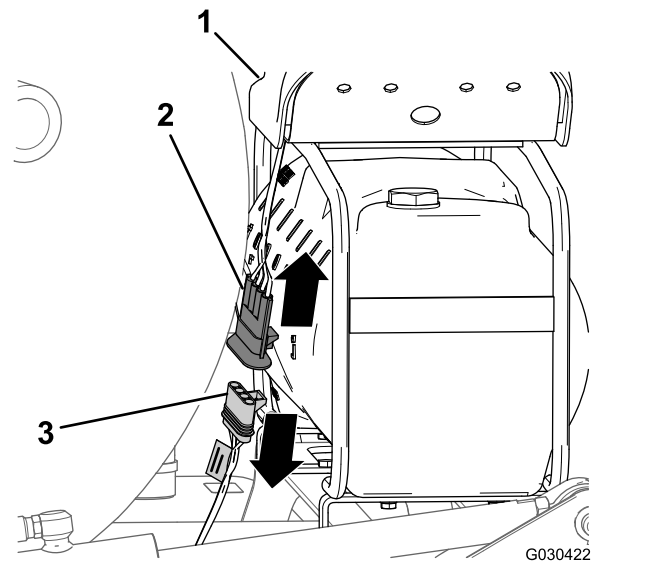

图4
1. 在泡沫标记水箱的后部找到压缩机上的线束 图4。
2. 从机器后线束的 4 插槽接头中断开压缩机线束的 4 针接头 图4。